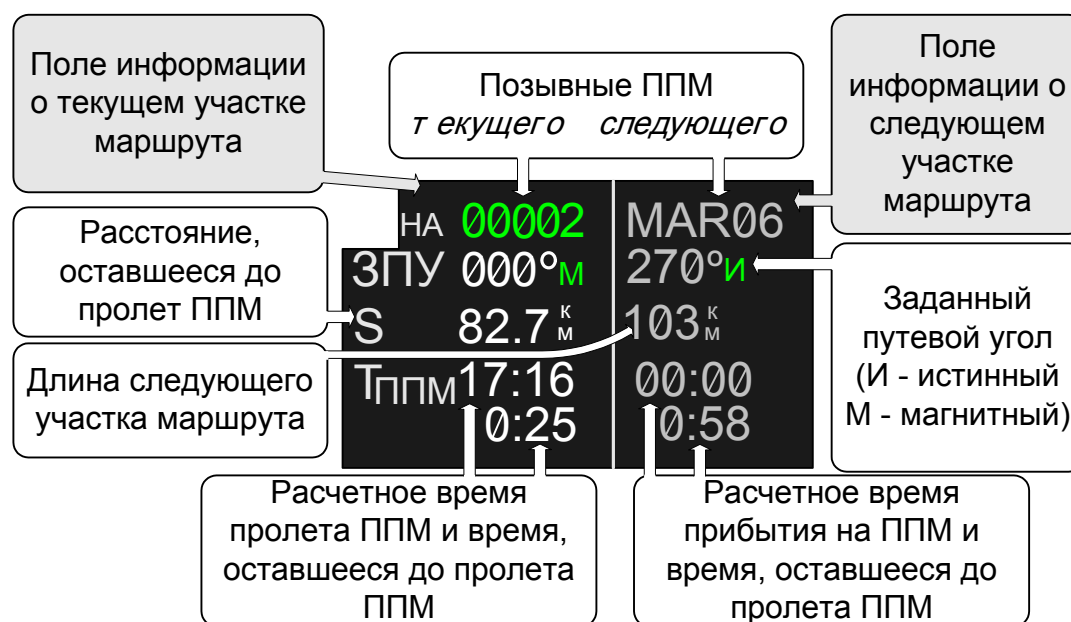

Рис.7. Комплексные информационные поля о текущем и следующем участке маршрута
**Комплексное информационное поле о текущем участке маршрута** (цифровое и текстовое представление) располагается в правой нижней части дисплея и отображается в режимах НАВИГАЦИЯ, ОБЗОР и ПНП (см. Приложение 2, Приложение 3, Приложение 4). Содержит ряд информационных полей (Рис.7), имеющих следующие характеристики: